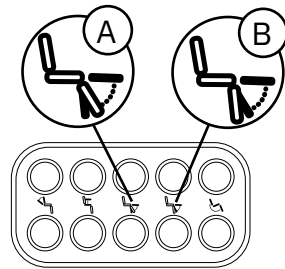

Abb. 5.26. Tasten zur Einstellung der Beinstütze.
Tasten ober- und unterhalb des Symbols für die Längenverstellung der Beinstützen (A) sowie ober- und unterhalb des Symbols für die Anpassung der Länge und des Winkels der Beinstützen (B), siehe Abb. 5.26.